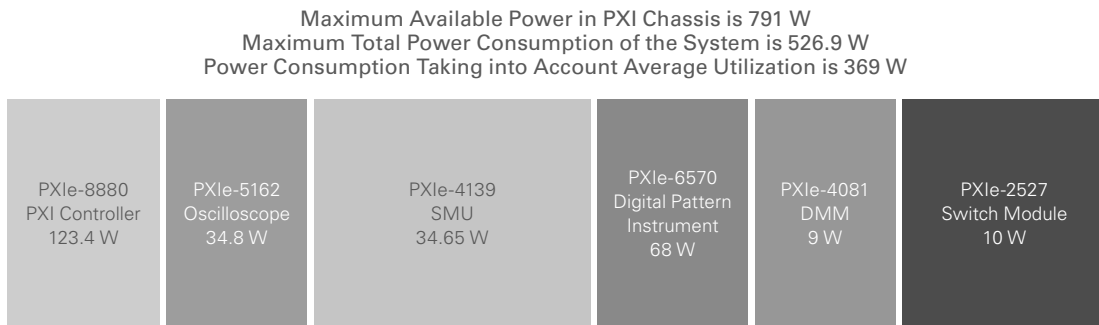

图 5 | PXI机箱的总功耗是机箱中所有模块的功耗之和。如上图所示，一个完整的仪器机箱在最坏情况下的功耗为526.9 W。
给定设备的功耗通常在用户手册中写明，有时还会涉及不同条件下的多种功率需求。在某些情况下，设备标注了典型功耗和最大功耗(即最坏情况下的功耗)规范。最好使用最大功率需求作为相对保守的安全值，然后再减去给定的百分比(通常为30%到40%)，得到较为符合实际情况的功率值。图5显示了独立式仪器集成到测试系统中时的最大功率需求。
- 将PXI系统中所有模块的最大功耗相加，得出非常准确的功率预算值。有关详细计算PXI系统功率预算的示例，请参见图5。